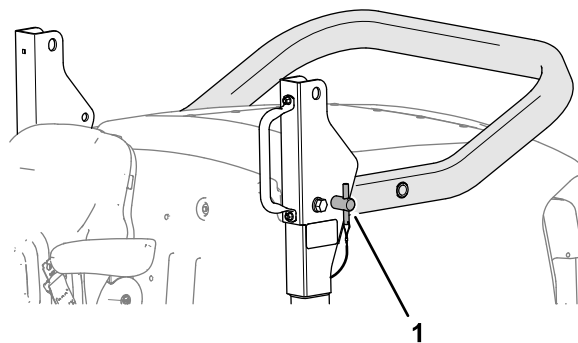

Figura 21
5. Inserte los pasadores de la barra antivuelco en los orificios inferiores de los soportes de giro (Figura 21).